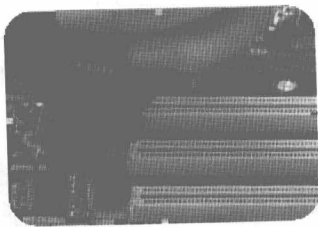

图 1-12 用热风焊台加热芯片
步骤③ 将风枪孔放在芯片上方 3cm 左右移动加热,直至芯片底下的锡点完全熔化,然后用镊子夹起整个芯片,如图 1-12 所示。